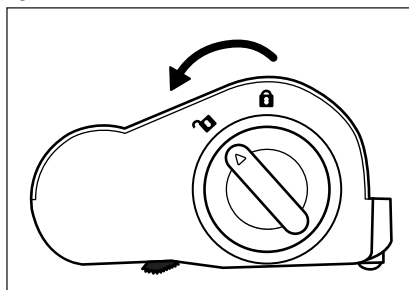

Fig. 26
- 2) Disimpegnare il rullo a spazzola **20** spostando lo sblocco del rullo a spazzola **19** in direzione del simbolo  (aprire) (vedere fig. 26).